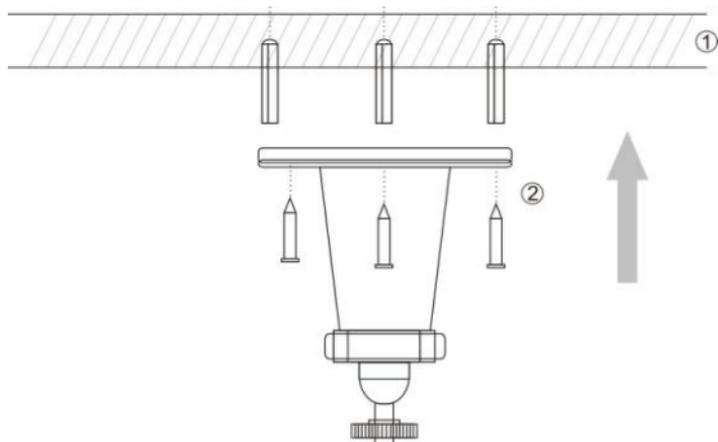

图5 吊顶式安装示意图（支架）
注意：安装实际环境若是水泥钢筋混凝土硬质墙面，需先安装膨胀螺栓（膨胀螺栓的安装孔位需要和支架一致），然后安装支架，如图5中①所示。若是木质或软质墙面，可以将安装步骤中①所示部分省略，使用自攻螺钉直接安装支架。支架安装的墙面，至少需要能承受3倍于支架和高清网络摄像机的总重。